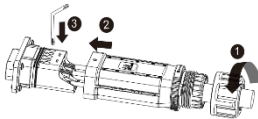
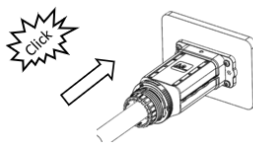

Fig. 11: Racordarea firelor
Fig. 12: Introducerea apărătorii
- 1 Dirijați cablul configurat prin piuliță și apărătoare (fig. 11 poz. 1 & 2) și fixați corespunzător ordinii conductorilor la portcontact (fig. 11/poz. 3) cu cheia imbus atașată [$\times A_3/m$] 4,0 Nm).
- 2 Trageți apărătoarea (fig. 11, poz. 3) peste fișă, astfel încât să fie vizibilă gaura din apărătoare (fig. 12).